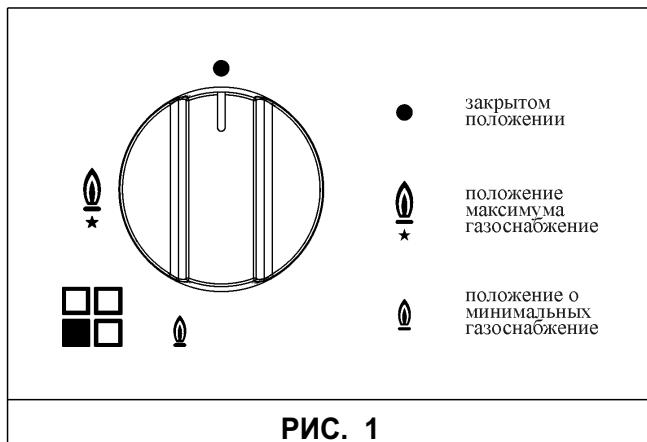

РИС. 1
Нажать и повернуть против часовой стрелки ручку, соответствующую используемой конфорке, установить ее в положение Максимум (большое пламя рис. 1) и нажать ручку до упора.
Для розжига конфорок, оснащенных системой газ-контроль, следует повернуть против часовой стрелки ручку, соответствующую используемой конфорке, установить ее в положение Максимум (большое пламя рис. 1), пока она не сможет поворачиваться дальше, а затем нажать ручку и произвести розжиг, как описано выше.
- После закипания переведите ручку в положение Минимум (маленько пламя рис. 1).
- **розжиг конфорок с предохранительной термопарой (системой "газ-контроль") можно произвести только если ручка установлена в положение Максимум (большое пламя рис. 1).**